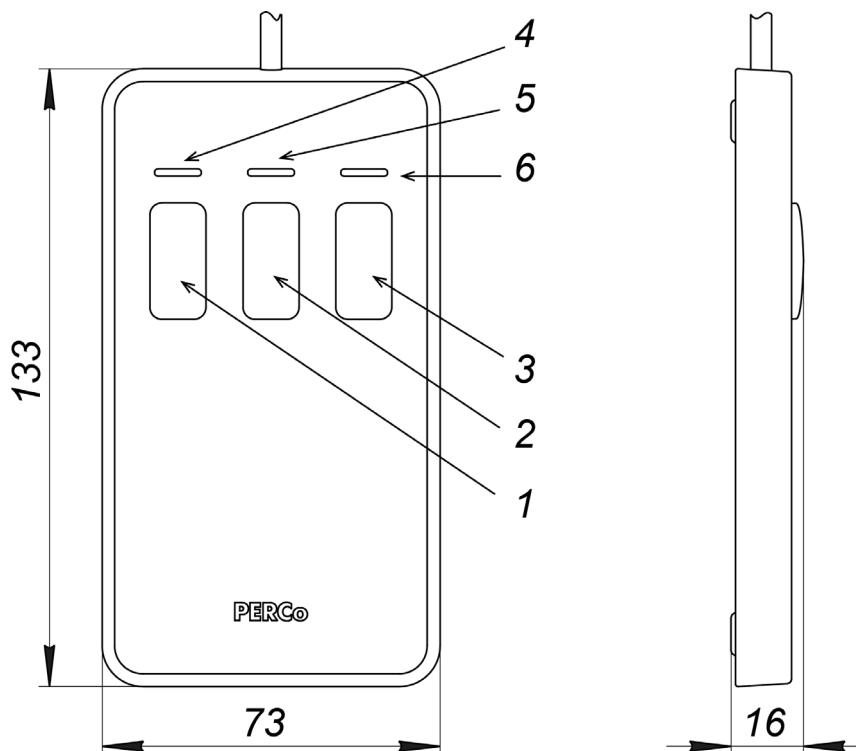

Рисунок 4. Общий вид и габаритные размеры ПДУ
ПДУ (17) выполнен в виде небольшого настольного прибора в корпусе из ударопрочного АБС пластика и предназначен для задания и индикации режимов работы при ручном управлении калиткой. ПДУ подключается к плате управления калитки (6) гибким многожильным кабелем (14), входящим в состав ПДУ. Общий вид ПДУ показан на рис. 4.